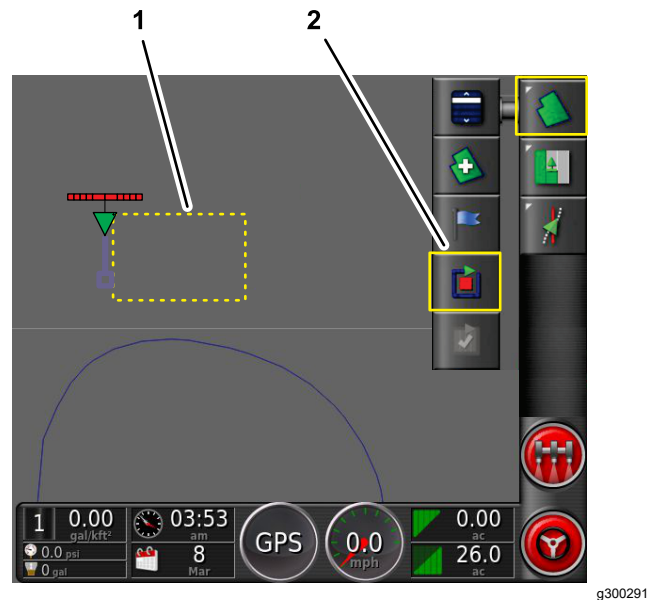

Figura 46
1. Allineate la parte centrale esterna dello pneumatico anteriore sinistro con il primo punto del confine del campo a lati diritti, quindi fermate la macchina (Figura 46).